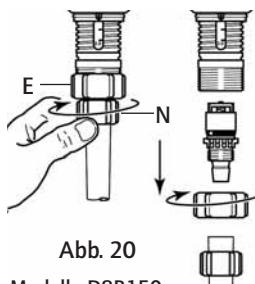

Abb. 20
- Die Haltemutter losschrauben (**Abb. 20/21-E**) und Saugschlauch abnehmen.
- Die Mutter (**Abb. 20/21-N**) losschrauben und abnehmen.
- Die Einzelteile gut abspülen, sie nach Schema wieder zusammenbauen (**Fig.20/21-P**) und dabei prüfen, ob die Feder korrekt arbeitet.